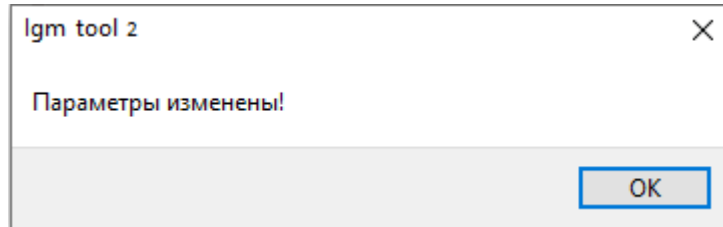

Рисунок 12 – Окно подтверждения изменения параметров прибора
- 8) Далее на экране появится окно подтверждения изменения параметров прибора (рисунок 12). Для возвращения к работе с программой необходимо нажать «ОК»;